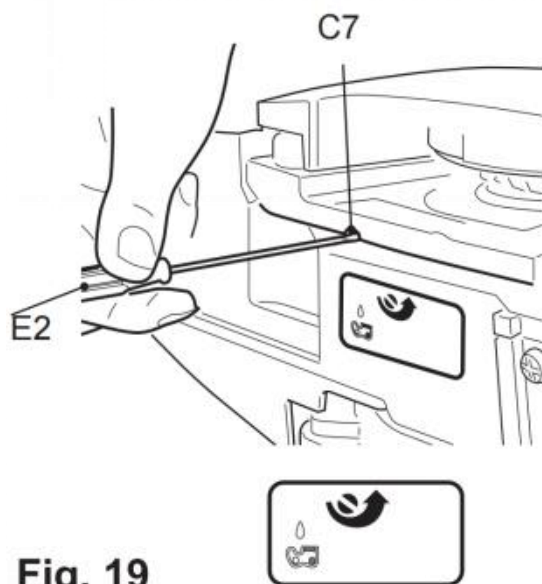

Fig. 19
4) Drehen Sie die Einstellschraube (C7) des Ölers an der Unterseite des Produkts, um den Kettenölfluss mit dem Multifunktionswerkzeug (E2) einzustellen (Abb. 19).